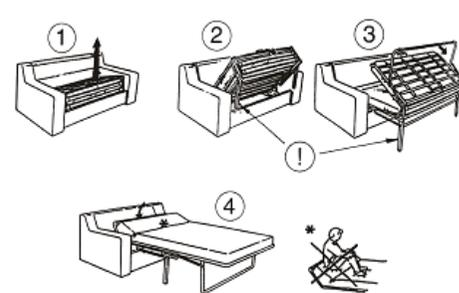

Рис.1
3. ТРАНСФОРМАЦИЯ МЕХАНИЗМА СЕДАФЛЕКС 10М, Альто и 12М (Рис. 1).